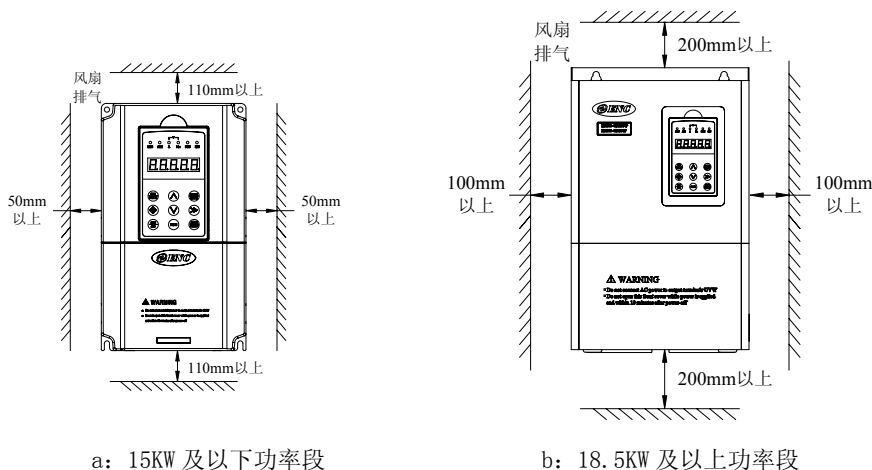

图 3-1 安装的间隔距离图
- (1) 一般情况下应立式安装，卧式安装时会严重影响散热、必须降额使用。
- (2) 安装间隔及距离最小要求，如图3-1所示。